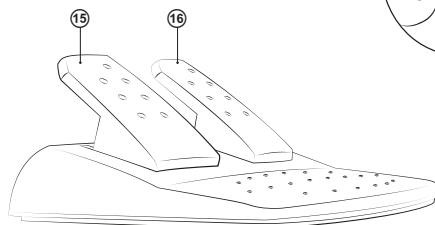

Рис. 3. Блок педалей
- Подключите к устройству блок педалей (рис. 3) с помощью встроенного в блок кабеля к разъему RJ-11 ⑯, а потом подключите само устройство кабелем USB ⑭ к свободному порту USB компьютера.